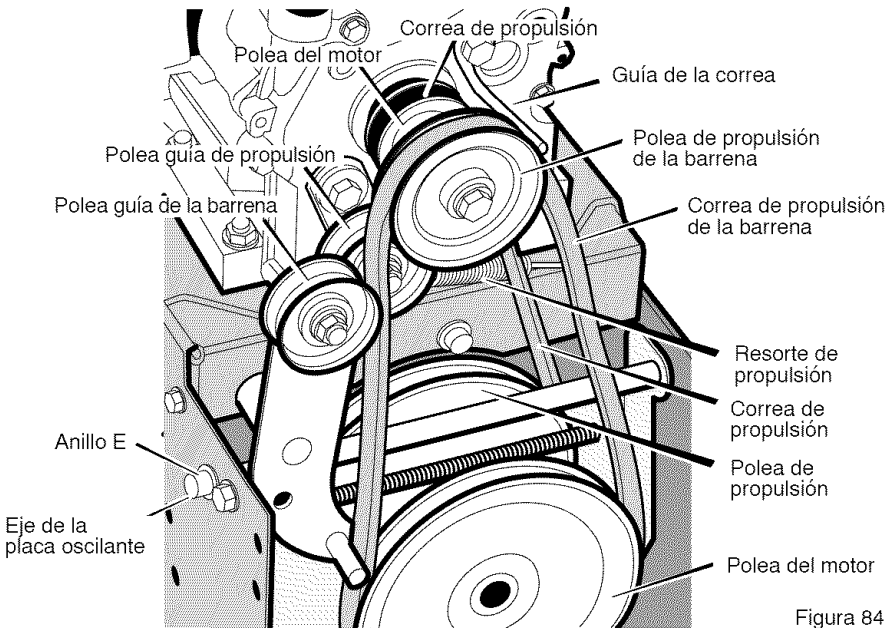

Figura 84
3. Afloje la tuerca de la polea guía de la barrena y mueva esta última hacia la correa un octavo de pulgada aproximadamente (3 mm) (Figura 84).
- Afloje la **guía de la correa**. Separe la **guía** de la **polea de propulsión de la barrena** (Figura 84).
la **correa del propulsor de la barrena** por una correa de repuesto original de fábrica disponible en un centro de servicio autorizado (Figura 84).
3. Quite el **anillo E** de uno de los extremos del **eje de la placa oscilante**. Quite este **eje** para que la placa oscilante gire hacia adelante (Figura 84).